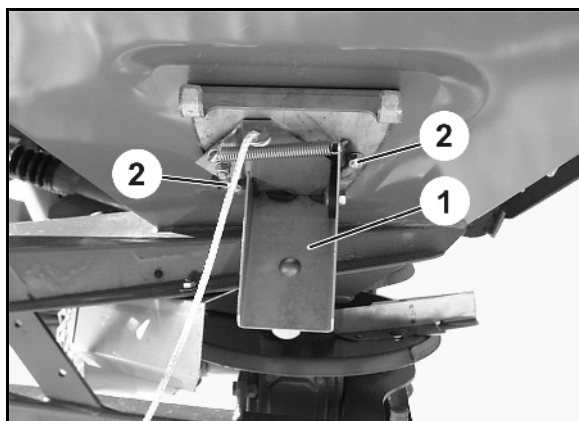

Fig. 42
1. Retirar el tapón de plástico (Fig. 42/1)